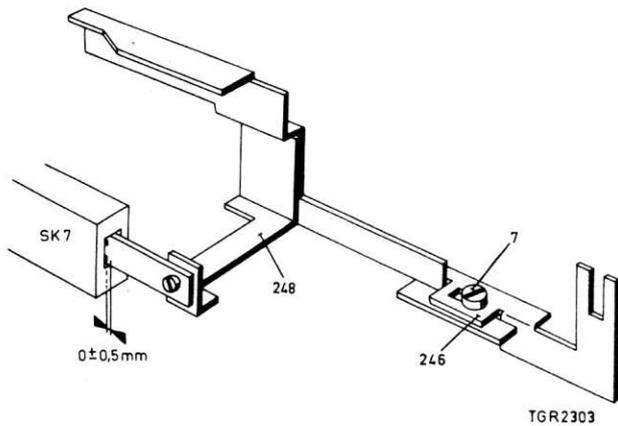

Fig. 25
Commutateur d'indication SK7, fig. 25
- Le commutateur à tiroir doit maintenant se trouver dans la position indiquée fig. 25.